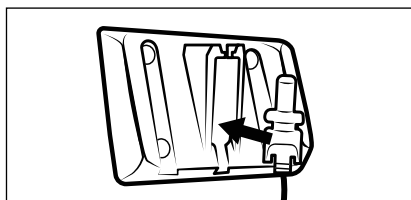

Bild 4
- 1) Sätt strömadapterns **10** ihåliga kontakt **11** i väggållaren **18** (se bild 4). Skruva på kontakten **11** för att fixera den.